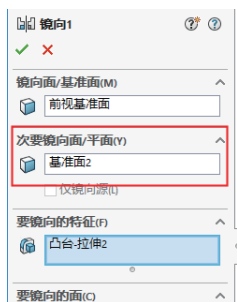

图1-5 绕两个基准面镜向
- 绕两个基准面镜向：在新版本中，用户可以选择两个基准面来镜向对象，如图1-5所示。但在之前的旧版本中只能选择一个镜向平面。